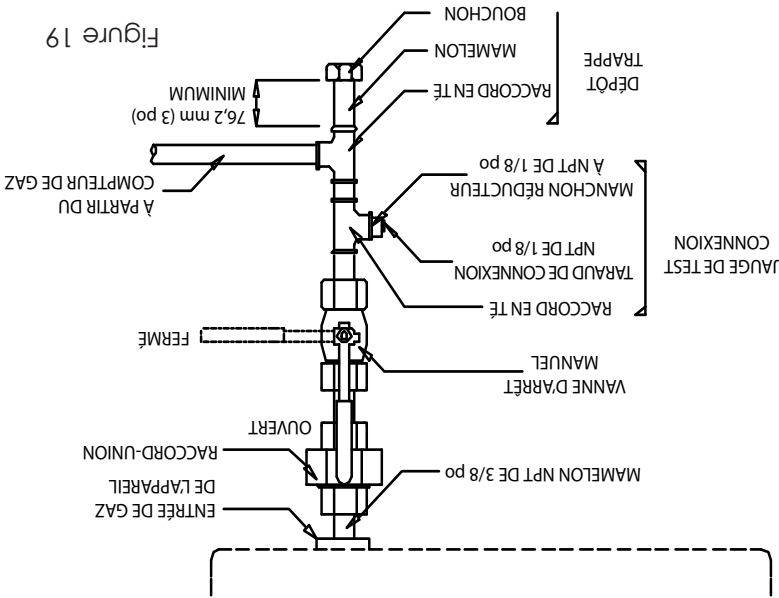

Figure 19
4. Le système d'alimentation doit inclure une valve de fermeture manuelle et de raccordement afin que le radiateur puisse être déconnecté à des fins d'entretien. (Voir la figure 19).